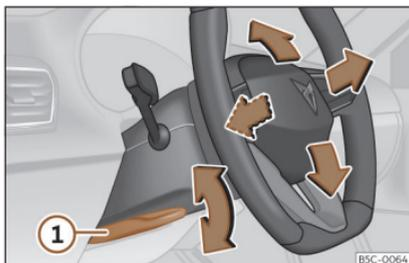

Fig. 8 Palanca en la parte inferior del lateral izquierdo de la columna de dirección.
- Tire de la palanca»» fig. 8 ① hacia abajo, mueva el volante hasta la posición deseada y vuelva a subir la palanca hasta el punto de cierre.
- Tras ajustar la columna de la dirección, empuje firmemente la palanca»» fig. 8 ① hacia arriba para que el volante no cambie de posición accidentalmente durante la marcha.